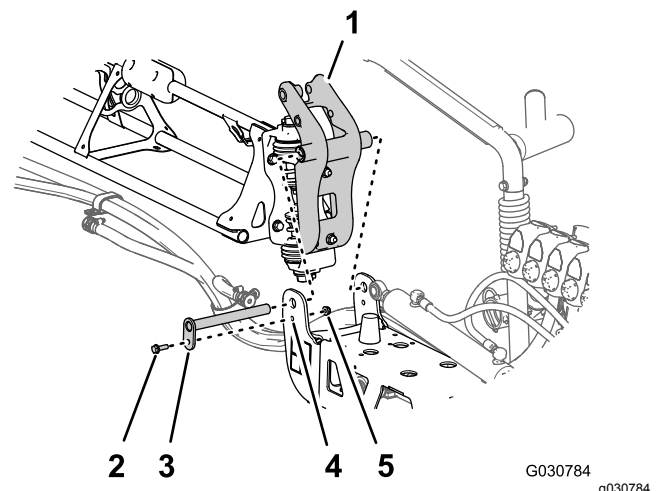

Figura 122
- Alinee los casquillos del acoplamiento de giro con los orificios de las pestañas del soporte de giro situado en el extremo de la sección de fumigación central (Figura 122).